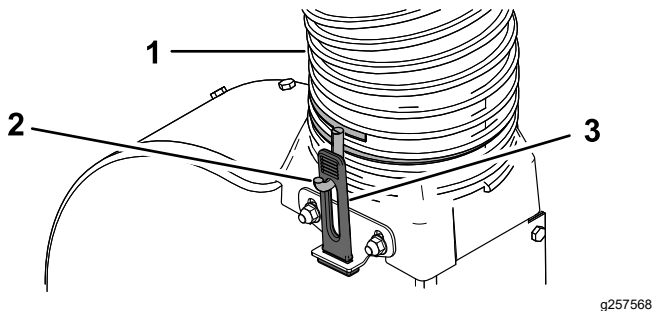

Figure 20
2. Serrez le collier à l'autre extrémité du nouveau tube flexible de 2 à 3 tours (Figure 20).
3. Installez le tube flexible par-dessus la partie intermédiaire du ventilateur de sorte qu'il forme un coude d'environ 90 degrés par rapport au capot. Réglez l'orientation des crochets du collier du tube flexible de manière qu'ils soient alignés sur les loquets en caoutchouc, et fixez le flexible en tirant sur les loquets en caoutchouc et en les engageant sur les crochets (Figure 20).